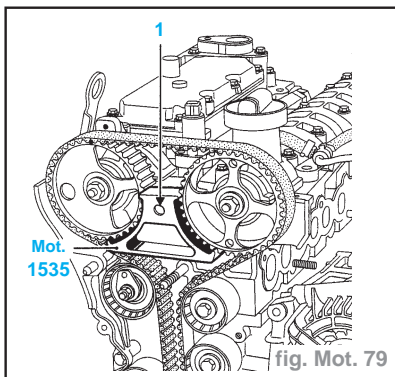

fig. Mot. 79
- Mettre en place l'outil **Mot. 1535** en positionnant la vis du carter de distribution dans le trou (1), et déposer les poulies des arbres à cames (fig. Mot. 79).